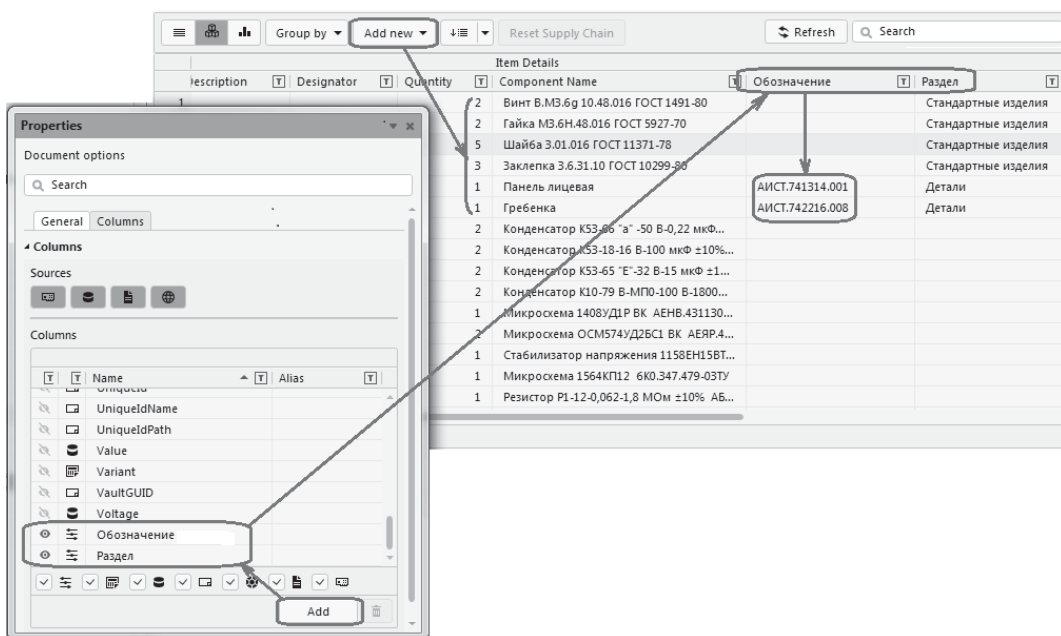

Рис. 11.12. Настройка полей спецификации: панель параметров документа BomDoc (слева); добавление записей в главное окно ActiveBOM (справа)
2. На вкладке **Columns** одновременно открывающейся панели **Properties** (рис. 11.12, слева) щелчком на «глазке» установить видимость колонки **Component Name**, в которой отображаются наименования компонентов схемного документа (рис. 11.12, справа).